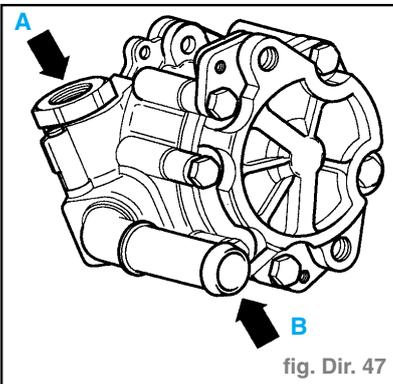

fig. Dir. 47
- Remplir la pompe à ailettes d'huile hydraulique en la versant dans la tubulure d'aspiration (flèche B) (fig. Dir. 47).